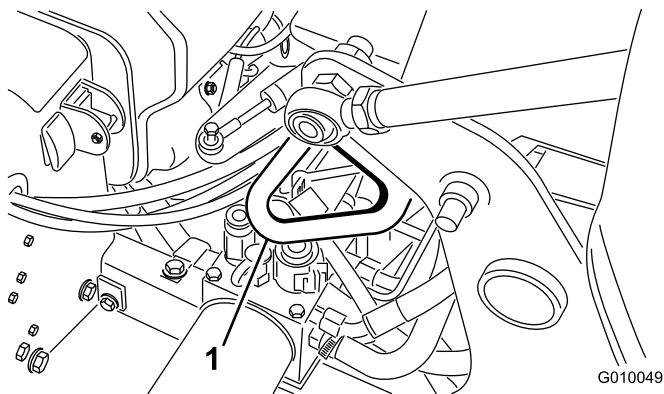

Figura 34
3. Fissate saldamente i punti d'attacco dell'arieggiatore (Figura 32 attraverso Figura 34) al rimorchio o all'autocarro per mezzo di cinghie, catene, cavi o corde.